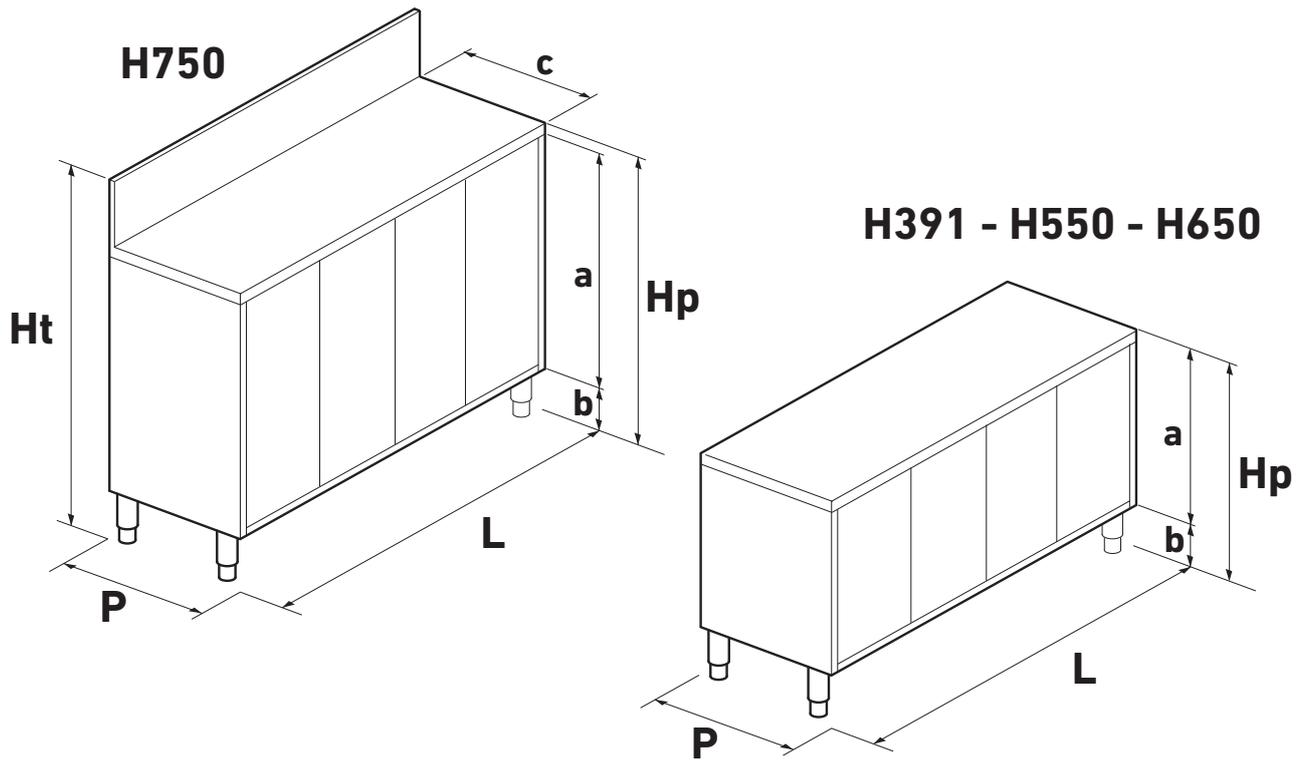

fig. 6
**La pressione del tasto OFF sulla centralina elettronica arresta il funzionamento del Basamento Refrigerato, ma non provoca il sezionamento dell'energia elettrica. Si obbliga quindi, in caso di intervento di manutenzione, di disconnettere completamente il Basamento standard per Gastronomia dalla rete elettrica staccando la spina di alimentazione (fig.5) o agendo sull'interruttore generale installato a monte del Basamento Refrigerato (fig.6).**